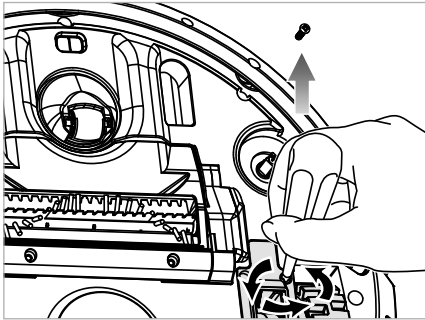

Abb. 19
- 1) Entfernen Sie mit einem Kreuzschlitzschraubendreher (nicht im Lieferumfang enthalten) die beiden Schrauben an der Radabdeckung 19/35 (siehe Abb. 19).